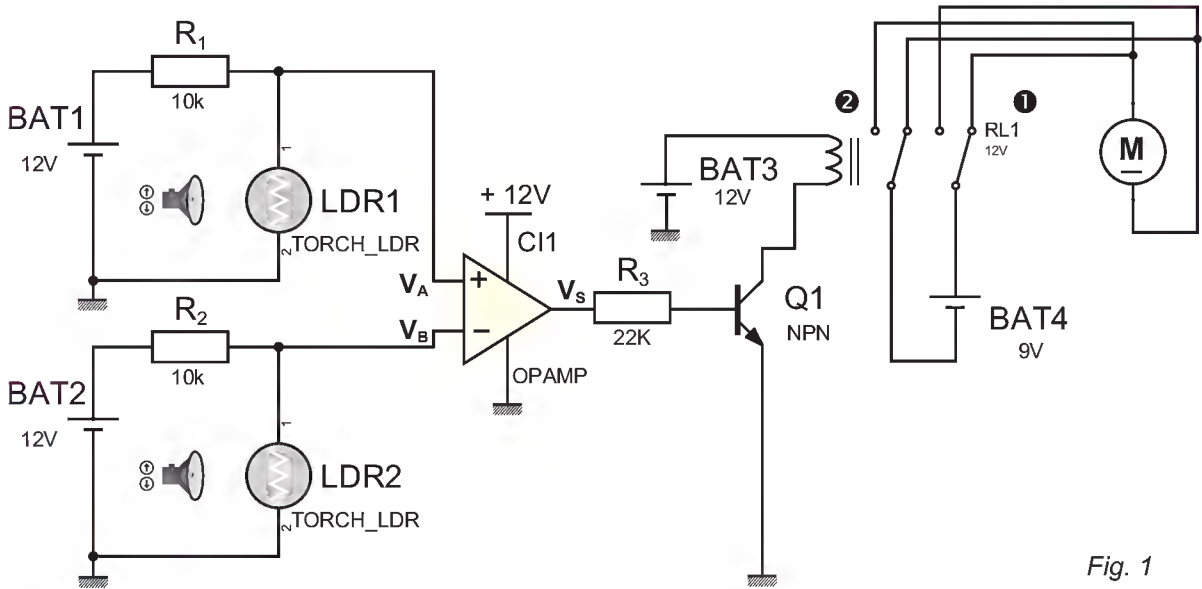

Fig. 1
- 1- Compléter la saisie du montage de la fig.1 sur un logiciel de simulation.